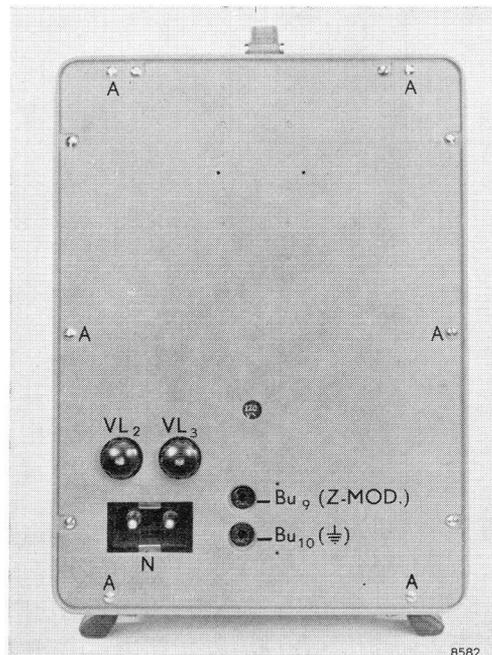

Bild 3
Das Gerät kann mit Hilfe eines Spannungswählers auf Netzspannungen von 110, 127 oder 220 V eingestellt werden. Der eingestellte Spannungswert ist durch die runde Öffnung in der Rückwand ablesbar (siehe Bild 3).
- Die Netzanschlußbuchse („N“ Bild 3) über das mitgelieferte Kabel mit dem Netz verbinden.
Die für die Helligkeitsmodulation benötigte Spannung ist an die Buchse „Z-MOD.“ an der Rückseite des Gerätes anzuschließen (Bild 3). Diese Spannung muß ca. 30 V betragen.